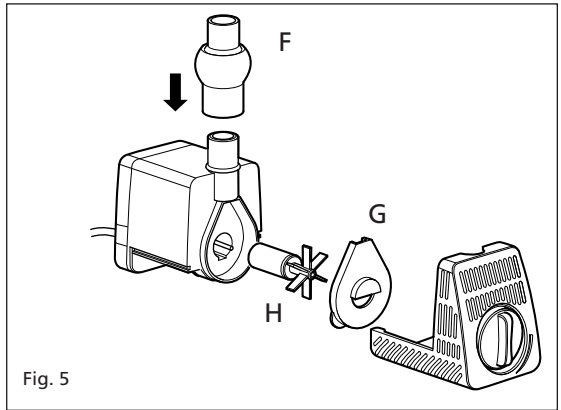

Fig. 5
4. Шаровое шарнирное соединение (См. Рис. 5 (F)) надевается на выпускной патрубок насоса, а сверху вставляется телескопический стержень. В дальнейшем он может использоваться с целью регулировки угла распырскивателя и придания ему вертикального положения.
4. Вытащите ротор из корпуса мотора. См. Рис. 5 (H).